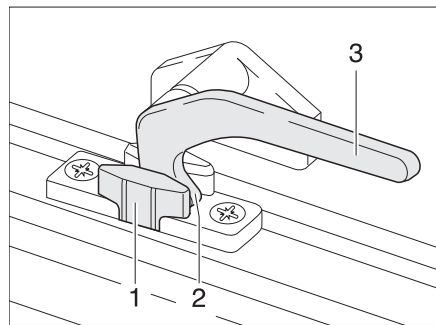

Bild 43 Låsarm i läget "Kontinuerlig vädning"
- I läget "Kontinuerlig vädning" (Bild 43)
- Sväng låsarmen (Bild 43,3) ett kvarts varv mot fönstrets mitt.
- Sväng låsarmen ett kvarts varv mot fönsterkarmen. Därvid måste låsspaken (Bild 43,2) föras in i spåret på fönsterlåset (Bild 43,1).